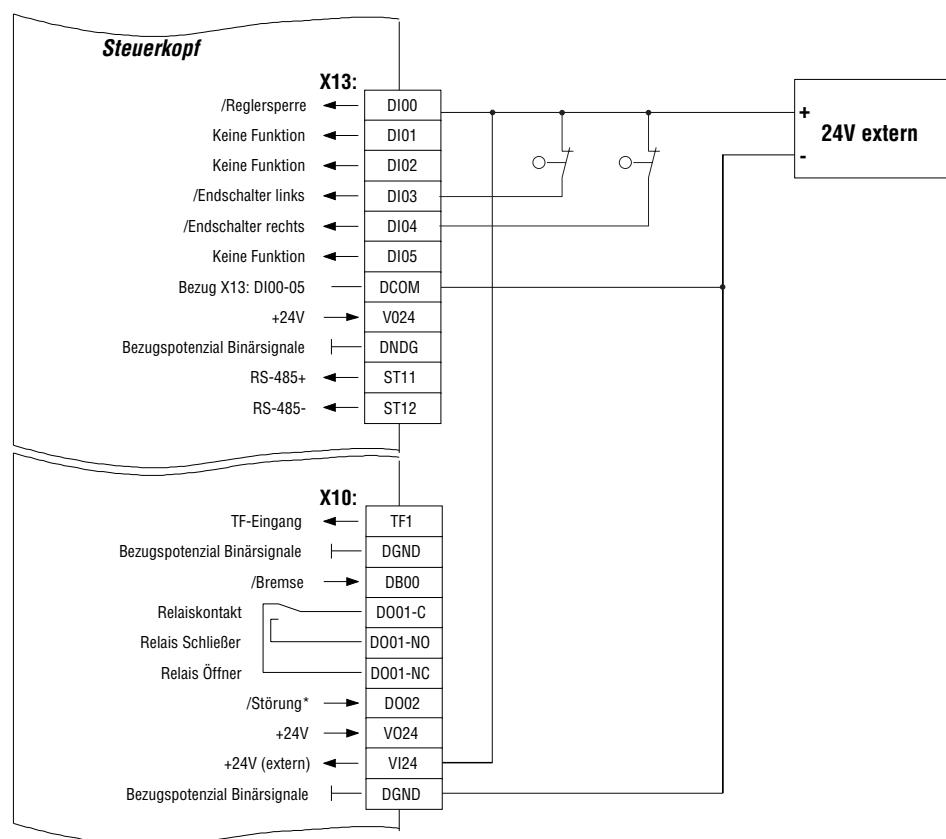

Bild 38: Verdrahtung des Umrichters für Applikationsbeispiel
- Verdrahten Sie den Umrichter entsprechend der Betriebsanleitung. Für den Feldbusbetrieb schließen Sie den Umrichter bitte an eine externe 24V-Spannungsversorgung an (Klemme VI24 und DGND). Legen Sie den Binäreingang DI00 auf + 24 V-Signal, um den Umrichter klemmenseitig freizugeben (Bild 38). Schließen Sie die beiden Hardware-Endschalter für RECHTS/LINKS an.